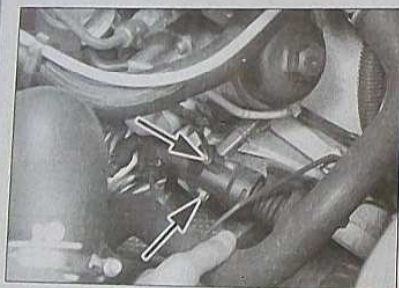

FIG. 3
- les fixations du récepteur de la commande d'embrayage et l'écartier après avoir débridé sa canalisation mais sans ouvrir celle-ci (Fig.3).